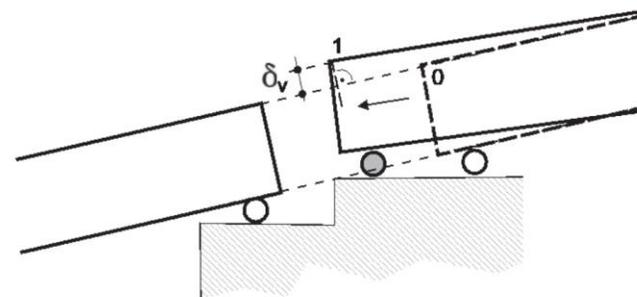

Figura AN.2 - Resalto máximo relativo  $\delta_v$  entre los dos bordes de la junta
- El punto 6.5.4.5.2(3) se modifica de la siguiente manera: En las juntas entre tableros o entre tablero y estribo el resalto máximo relativo  $\delta_v$  entre los bordes de las juntas en dirección perpendicular al plano medio de rodadura (véase la figura AN.2), es de 3 mm para vías con velocidad máxima de proyecto  $V$  no superior a 160 km/h y de 2 mm si la velocidad  $V$  puede superar 160 km/h. Este desplazamiento se calcula para las cargas verticales y horizontales definidas en los apartados 6.3 y 6.5 respectivamente y las acciones térmicas. En el caso de vía sin balasto en uno o ambos lados de la junta, es necesario un estudio específico en función del tipo de carril y de las características de las sujeciones. En el caso de un tablero de varias vías, sólo se debe considerar el tren de cargas aplicado en dos vías como máximo.